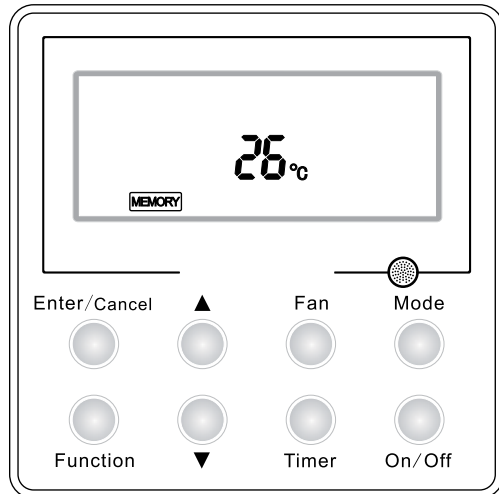

Abb. 5: AUS-Zustand
- Das Bild 5 zeigt den AUS-Zustand des Gerätes bei angeschlossener Stromversorgung.